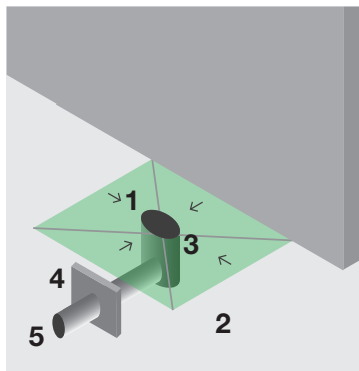
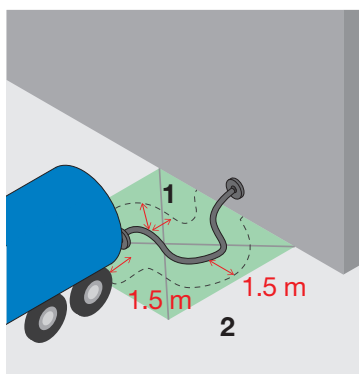
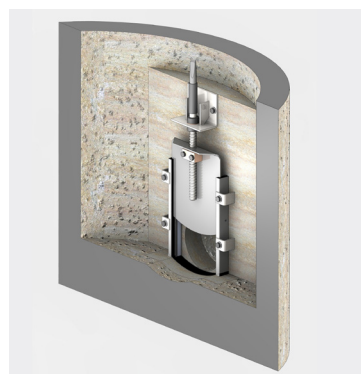

Abb. 2
Abb. 3
Abb. 4
- **Falls keine Überdachung** möglich ist, muss der Güterumschlagplatz möglichst klein sein und die Platzentwässerung muss an die Schmutz- oder Mischwasserkanalisation angeschlossen werden. Durch unterschiedliche Gefälle und/oder Entwässerungsrinnen muss dieser von den übrigen Verkehrsflächen getrennt entwässert werden. Ein Anschluss an die Regenwasserkanalisation ist nicht zulässig (Abb. 2). Bei Tankfahrzeugen gilt die Faustregel gemäss Abb. 3.
- Der Güterumschlagplatz muss mit einem **dichten Belag befestigt** sein, so dass auslaufende Flüssigkeiten nicht in den Untergrund gelangen können. Bei gewissen Stoffen ist dazu ein Spezialbelag nötig (Abb. 2, Punkt 1).
- Der Güterumschlagplatz muss über ein **Rückhaltevolumen** verfügen, in welchem die auslaufende Flüssigkeit aufgefangen wird (Abb. 2, Punkt 3). Die Grösse richtet sich nach der **Tabelle auf Seite 8**. Um das erforderliche Rückhaltevolumen sicherzustellen, kann die Entwässerungsleitung zum Beispiel mit einem Schieber (manuell, elektrisch oder pneumatisch) abgesperrt werden (Abb. 2, Punkt 4; Abb. 4)
Der abgesicherte Bereich entlang des Schlauchs und um die Ab- und Befüllstellen muss mindestens 1.5 m betragen (zusätzlich zu den Massnahmen gemäss Abb. 2).